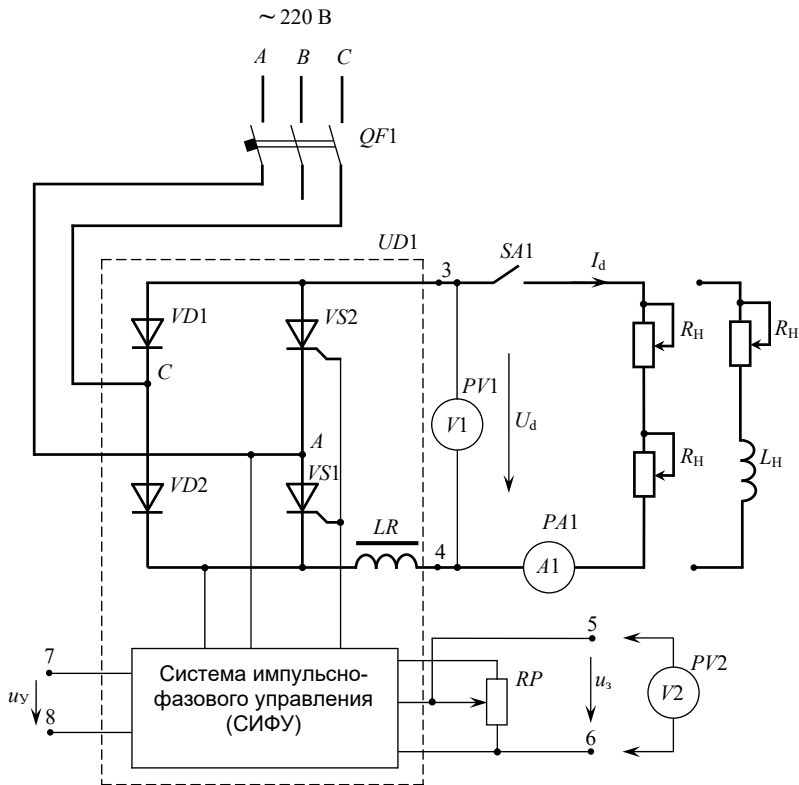

Рис. 14.1. Электрическая схема исследуемой цепи
На рис. 14.1 приведена принципиальная электрическая схема лабораторной установки. В качестве управляемого выпрямителя $UD1$ используется мостовая схема, состоящая из двух диодов – $VD1$, $VD2$ и двух тиристоров – $VS1$, $VS2$.
2. Собрать схему экспериментальной установки (рис. 14.1) с активной нагрузкой. Проверить правильность собранной схемы и показать её преподавателю или лаборанту.